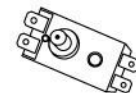

Рис. 11.2
- для вертикальных водонагревателей серии FS1/FS5: открутить гайку крепления термовыключателя, закрепленного на фланце ТЭНа, перевернуть термовыключатель и нажать до щелчка кнопку, расположенную по центру термовыключателя; рис.11.2;